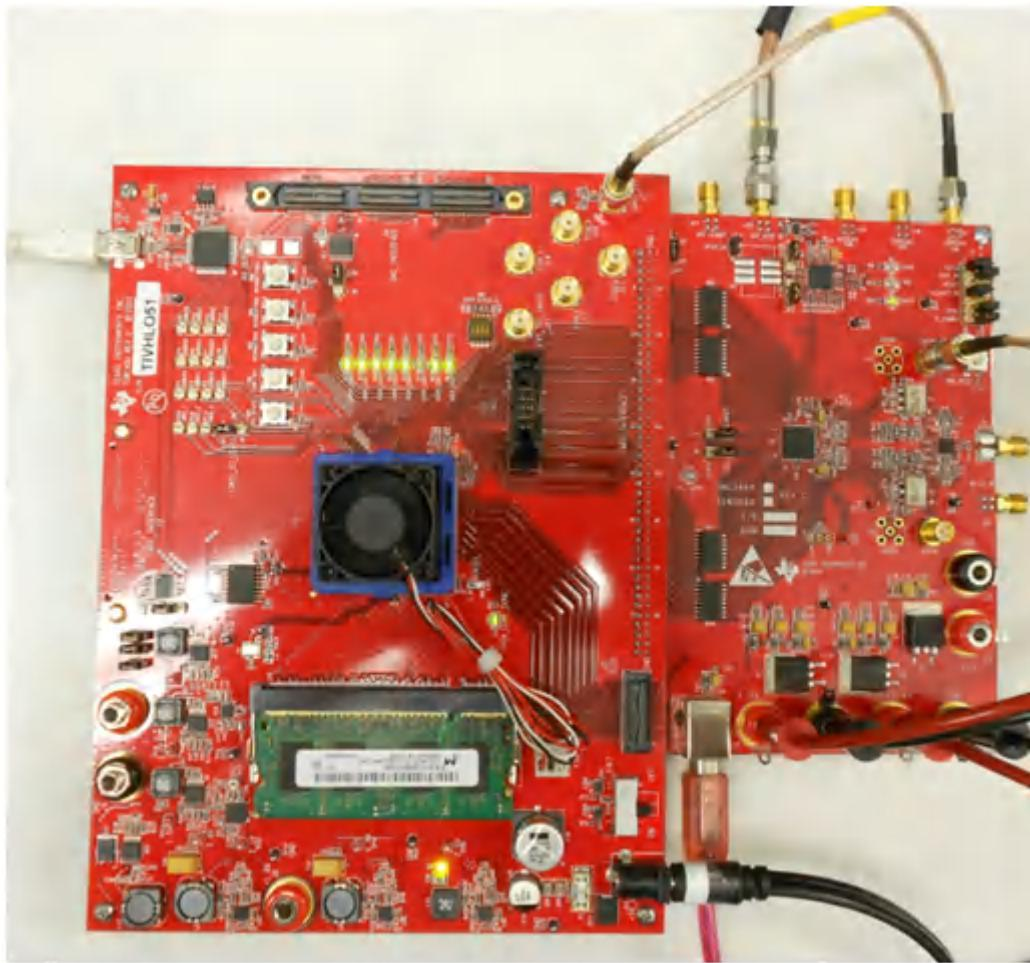

图 5-5. TSW1400EVM 连接到 DAC5688EVM 的 CMOS 连接器
- 图 5-5 展示了连接到 DAC5688 EVM CMOS 连接器的 TSW1400 EVM。